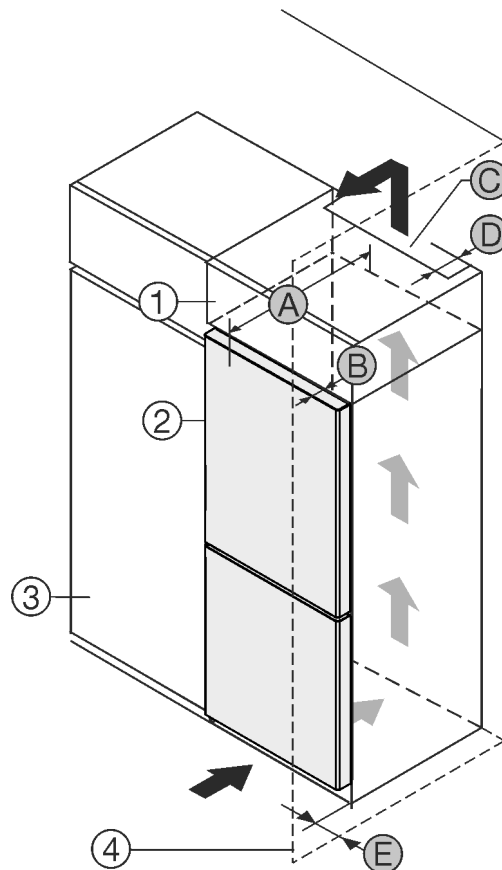

Fig. 1
È possibile posizionare l'apparecchiatura accanto a un mobile da cucina Fig. 1 (3).
Sul lato posteriore dell'armadietto sovrapponibile deve essere presente un vano di scarico dell'aria con la profondità Fig. 1 (D) che attraversa l'intera larghezza dell'armadietto sovrapponibile.
Sotto al soffitto deve essere presente la sezione di ventilazione Fig. 1 (C).
Se si installa l'apparecchiatura con le cerniere accanto a una parete Fig. 1 (4), la distanza tra l'apparecchiatura e la parete deve essere di almeno 13 mm.
Se si installa l'apparecchiatura con le cerniere accanto a una parete Fig. 1 (4), la distanza tra l'apparecchiatura e la parete deve essere di almeno 20 mm.
Per poter aprire completamente la porta, installare l'apparecchiatura in modo che sporga dal frontale del mobile da cucina almeno della misura della profondità della porta Fig. 1 (B). L'apparecchiatura può sporgere ulteriormente a seconda della profondità dei mobili da cucina Fig. 1 (3) e dell'utilizzo di distanziatori a parete.